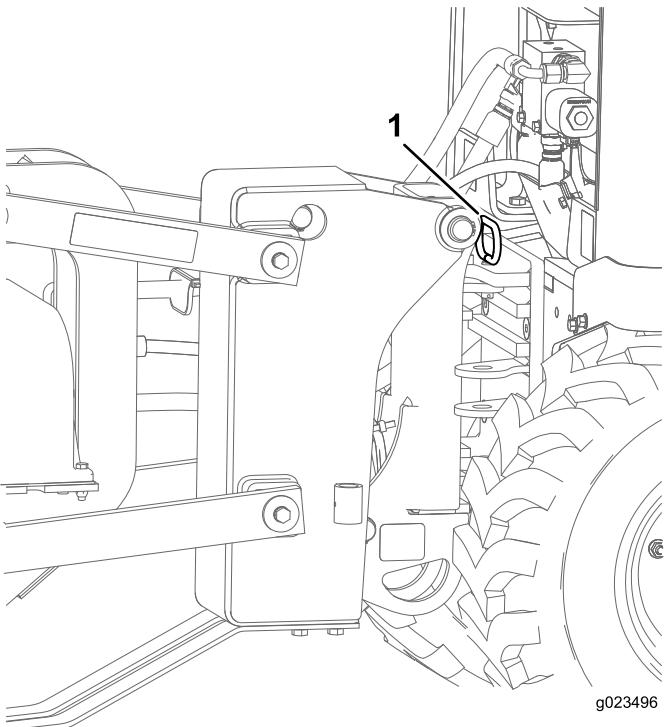

Figura 7
Nota: De este modo el obstáculo puede desplazarse hacia un lado, o la cuchilla puede pasar alrededor del obstáculo. Asegúrese de que el pasador de bloqueo de giro del arado no está colocado (Figura 7).
2. Al pasar por encima del agujero con la máquina, pare la vibración del arado y coloque el pasador de bloqueo de giro (Figura 7).